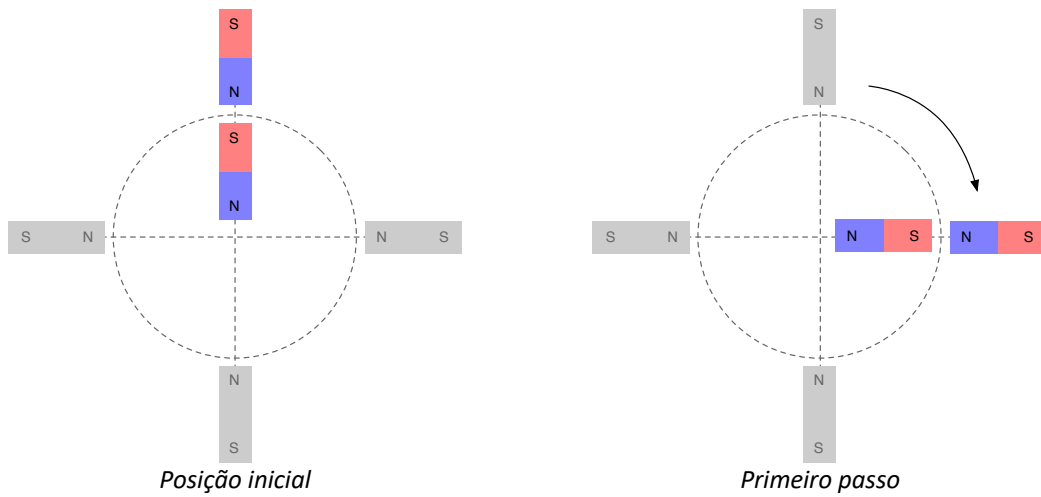
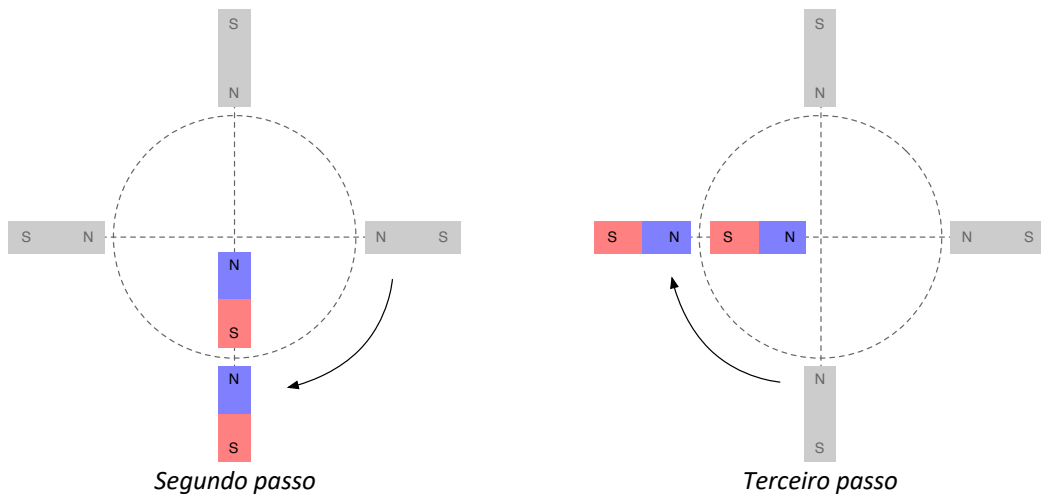

Figura 3 – Princípio de funcionamento do motor de passo.
Figura 4 – Princípio de funcionamento do motor de passo.
- Posição inicial – A posição inicial mostrada na Figura 3 apresenta o polo sul do rotor posicionado em frente ao polo norte do ímã permanente do estator, na posição 12 horas. Neste caso, apenas o eletroímã da posição 12 horas está acionado;
- Segundo passo – O eletroímã da posição 15 horas será desligado, acionando-se o eletroímã da posição 18 horas, fazendo com que o rotor gire por mais 90° no sentido horário, conforme mostrado na Figura 4;
A partir das Figura 3 e Figura 4 pode-se perceber que o acionamento dos eletroímãs do estator ocorreu sequencialmente, conforme se desejava que o rotor girasse, a cada passo em 90° , até completar uma volta completa ao se executarem os quatro passos descritos.
O princípio de funcionamento do motor de ímã permanente é semelhante ao descrito anteriormente, considerando as Figura 3 e Figura 4, ocorrendo o alinhamento do campo magnético gerado nos enrolamentos do estator (conjuntos A e A', B e B') e os polos presentes no rotor, conforme mostrado na Figura 12.